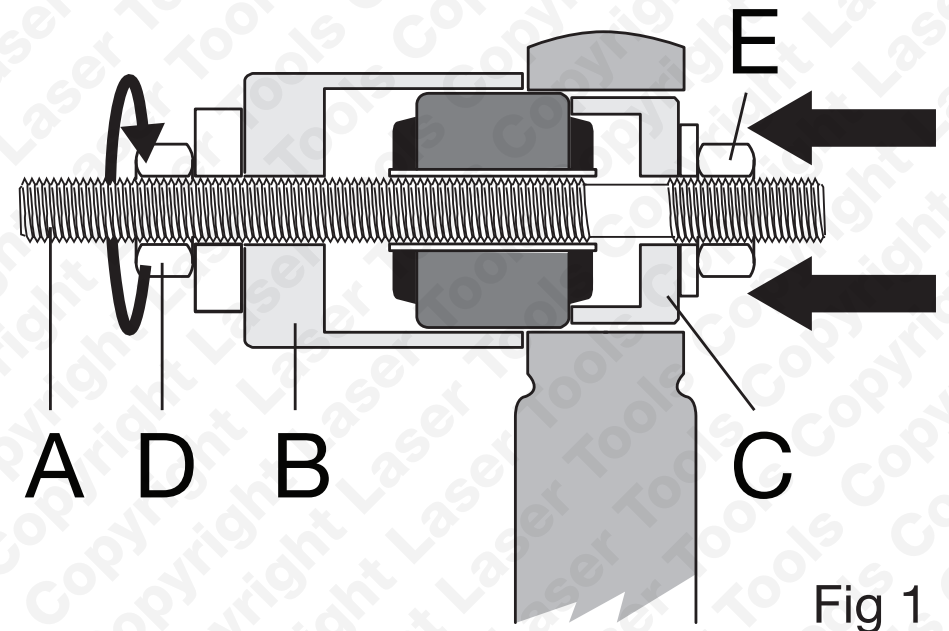

Fig 1
10. Monte la herramienta como se indica en la Fig. 1 y gire la tuerca y el cojinete (D) para extraer el casquillo en la carcasa grande (B).